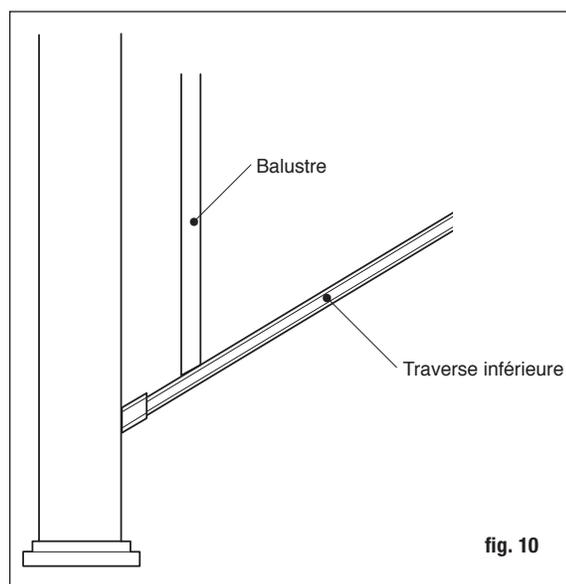

fig. 10
Étape 8 Placez un balustre dans chaque trou fraisé de la traverse du bas. Assurez-vous que le balustre est complètement assis sur la rampe (fig 10).